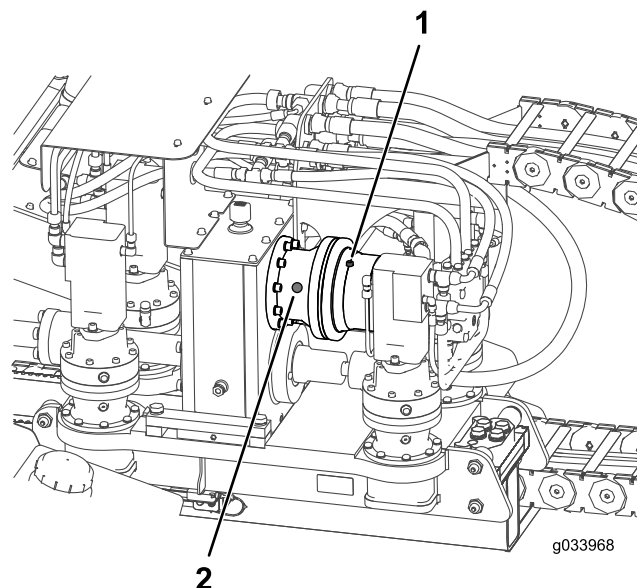

Рисунок 104
2. Проверьте уровень масла по смотровому стеклу на редукторе планетарно-роторного гидромотора (Рисунок 104).
3. Если уровень масла низкий, снимите контрольную пробку уровня масла (Рисунок 104).